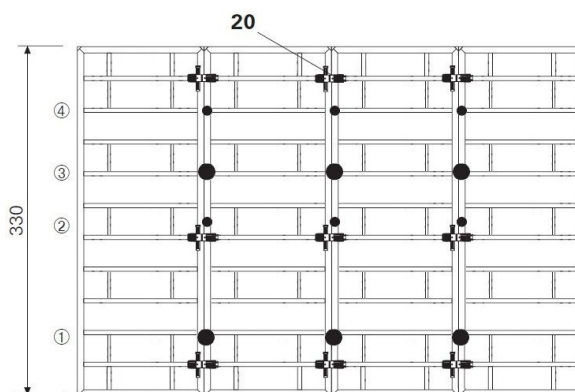
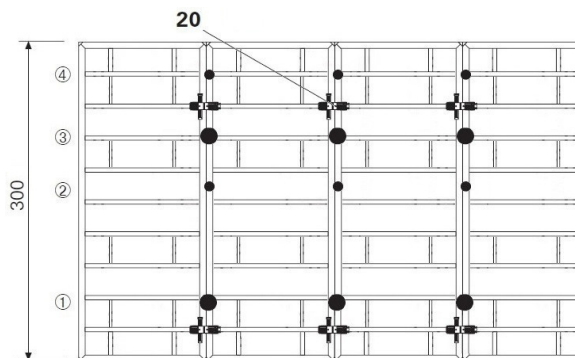

Рис. 77
Рис. 78
Соединение элементов с помощью 3 шт. выпрямляющих замков BFD (20) на высоту  $h=3,30$  м (Рис. 77) и с помощью 2 шт. выпрямляющих замков BFD (20) на высоту  $h=3,00$  м (Рис. 78).